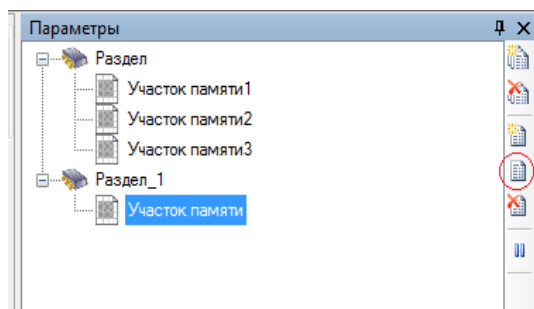

Рисунок 2.32.3
1) выделить участок в дереве разделов панели **Параметры** и нажать кнопку  (рисунок 2.32.3), либо двойным кликом по участку в дереве разделов;